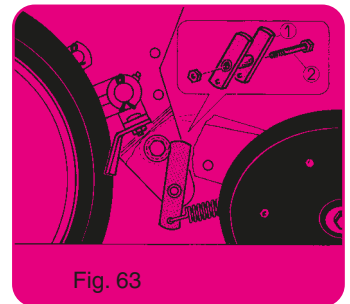

Fig. 63
(Au minimum il faut 1 entretoise en H ① (fig. 63), réf. 7262a, 1 vis H M 10 x 120, 1 écrou H M 10).
Après avoir enlevé la roue de plombage et son cadre, remettre en place les 2 ressorts, du bloc arrière avec l'entretoise en H ① (fig. 63), montée avec la vis H M 10 x 120 plus l'écrou H M 10.
(a minimum of 1 H spacer ① (fig. 63) ref 7262a, 1 HM 10 x 120 screw, 1 HM 10 nut).
After having removed the press wheel and its frame, put back in place the 2 springs, the rear unit with the H spacer ① (fig. 63), assembled with the HM 10 x 120 and the HM 10 nut.
(Distanzhülse ① Fig. 63 ET NR. 7262a, 1 HM Schraube 10 x 120, Mutter HM10)
Nachdem Sie die Andruckrolle und den Rahmen demontiert haben , bauen Sie die zwei Federn mit der Distanzhülse ① Fig 63 und der Schraube HM 10 x 120 mit Mutter HM 10 wieder ein.